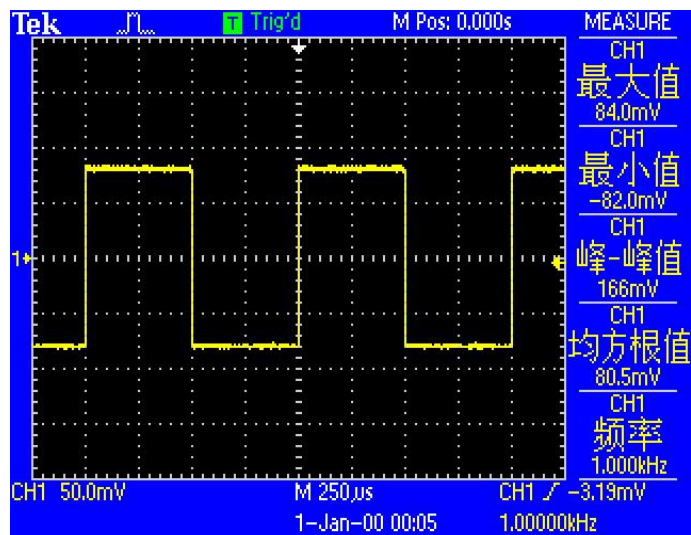

图96. 待测信号参数图
3. 打开函数信号发生器电源,将参数设置为“波形:方波”、“幅值:100 mVpp”、“频率:1 kHz”,待测信号参数如图 96 所示: